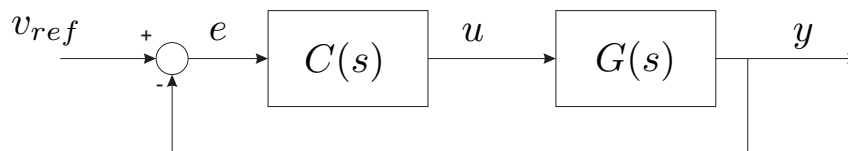

Figura 3: Diagrama de retroação para controlo de velocidade.
3) Considere o sistema de controlo de velocidade em malha fechada com realimentação negativa representado na Figura 3. Admita para já que  $C(s) = K$  (controlador Proporcional). Calcule em função de  $K$ ,  $K_0$  e  $\tau$ : a constante de tempo e o erro em regime permanente (ou seja, o valor de  $e(+\infty)$ ) quando se aplica um escalão unitário em  $v_{ref}$  do sistema realimentado.